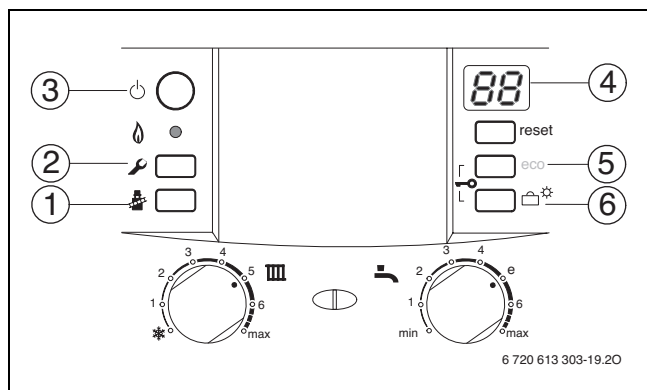

Fig. 44 Panoramica degli elementi operativi
- ▶ Premere più volte il tasto «eco» o il tasto funzione ferie (→ fig. 44) finché non viene visualizzata la funzione di servizio desiderata.
- ▶ Premere contemporaneamente i tasti «eco» e (→ fig. 44) per 3 sec. (durante quest'operazione il display visualizza finché il display non mostra nuovamente cifra.lettera, ad es. 8.A).
- ▶ Premere più volte il tasto «eco» o il tasto funzione ferie  (→ fig. 44) finché non viene visualizzato il valore desiderato della funzione di servizio.
- ▶ Tenere premuti contemporaneamente i tasti «eco» e  (→ fig. 44, pagina 40) per 3 sec. (il display visualizza ) finché il display non visualizza una funzione di servizio del primo livello ad es. 1.A.